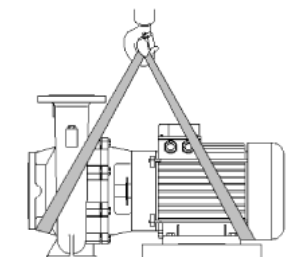

Fig. 2: transporte de la bomba
- En este caso, las argollas de transporte del motor sólo sirven como guía durante la suspensión de la carga (véase la Fig. 2).